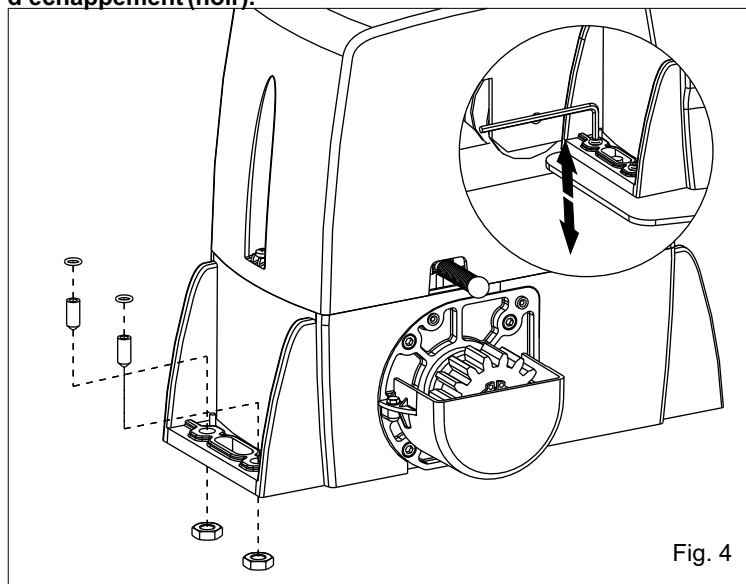

Fig. 4
4.1. Insérer les 4 grains dans les trous spéciaux de façon de régler l'hauteur du motoreducteur à la plaque (Fig.4).